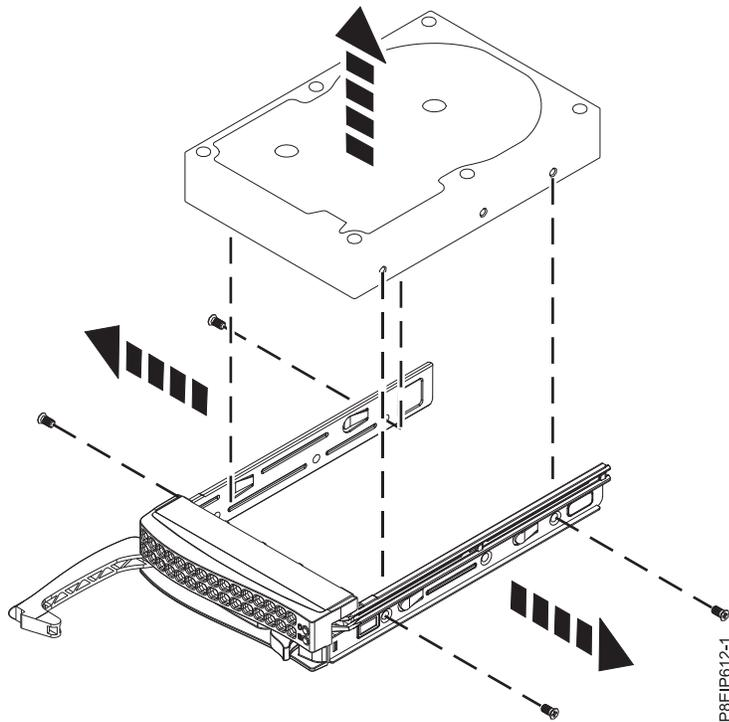

Abbildung 2. 3,5-Zoll-Plattenlaufwerk aus der Laufwerkhalterung ausbauen
7. Bauen Sie ein Plattenlaufwerk aus der Laufwerkhalterung aus. Lösen Sie das Plattenlaufwerk von den Seiten der Laufwerkhalterung, indem Sie vier Schrauben (zwei Schrauben auf jeder Seite) entfernen (siehe Abb. 2 auf Seite 5).